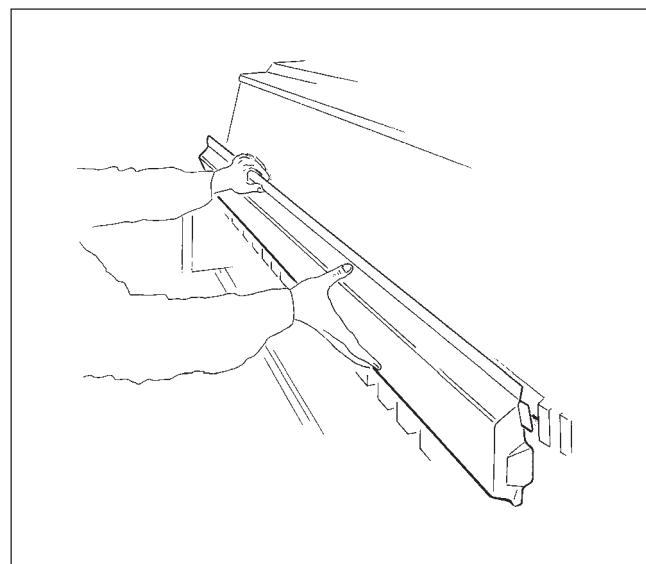

Рис. 6.6
- Лотки (Рис. 6.6) выньте по направлению вверх из боковых креплений.